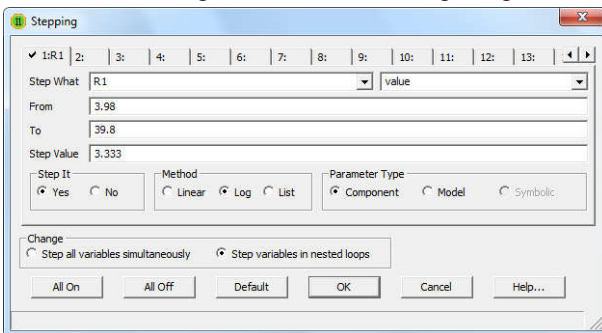
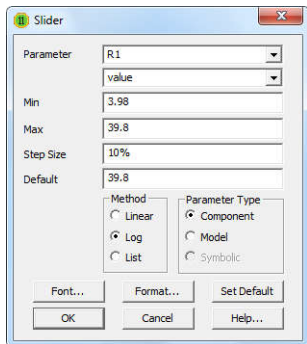
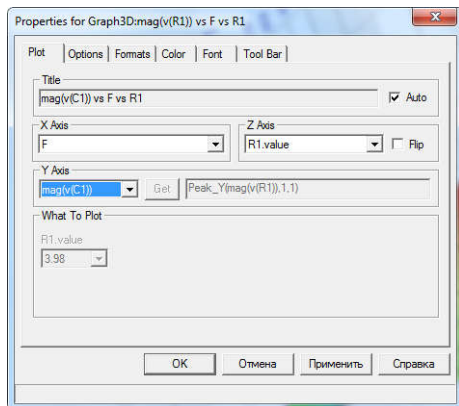

Рис. 2.3. Окно варьирования параметров
Рис. 2.4. Окно варьирования параметра через слайдер
Рис. 2.5. Окно построения трехмерного графика
окне выбираем в качестве параметра резистор R1, значения сопротивления от 0,1R до R (согласно варианту), метода варьирования – логарифмический, шага – 3,333, как указано на рис. 2.3.
2.8. Отключите варьирование параметров, нажав F11 и поставив галочку напротив **No** в **Step It** (рис. 2.3). Перезапустите анализ частотных характеристик (F2). Запустите варьирование параметров через слайдер – **AC**→**Slider**→**Add Slider...** В открывшемся окне (рис. 2.4) заполните ячейки по аналогии с предыдущем случаем (рис. 2.3).
2.10. Включите варьирование параметров, нажав F11 и поставив галочку напротив **Yes** в **Step It** (рис. 2.3). Включите построения трехмерного графика, нажав **AC**→**3D Windows**→**Add 3D Window...** Заполните параметры согласно рис. 2.5. Переменную по оси Y выбирает преподаватель согласно варианту. Зарисуйте получившийся график.